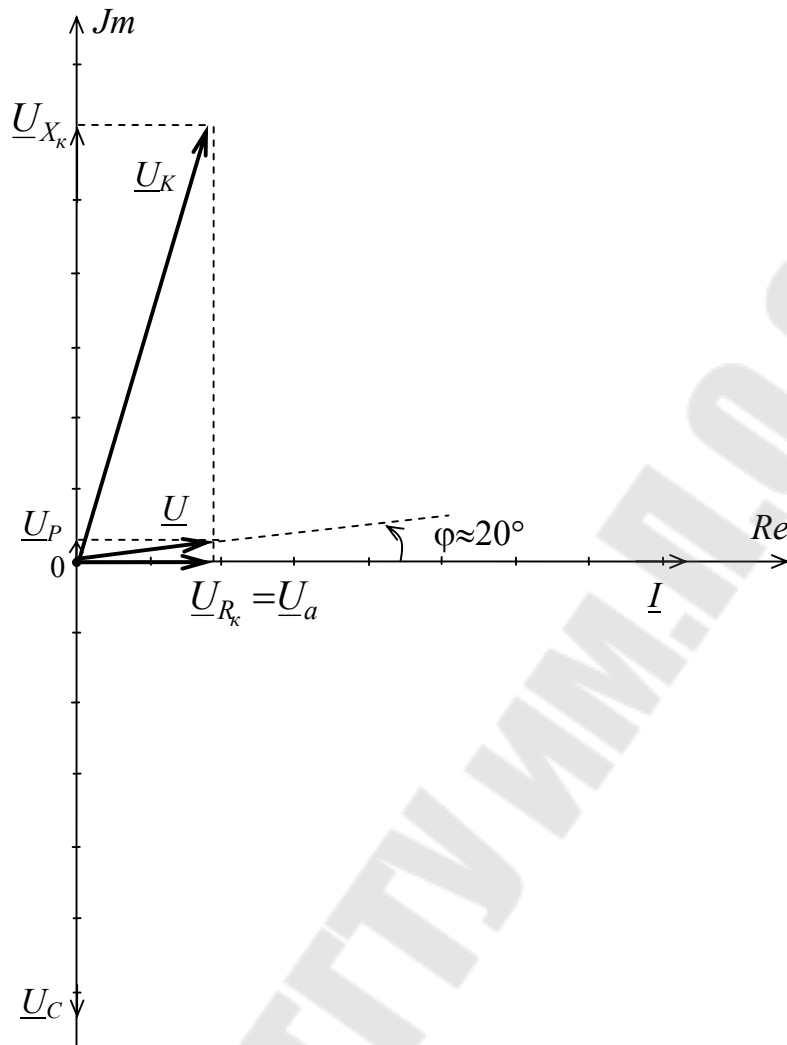
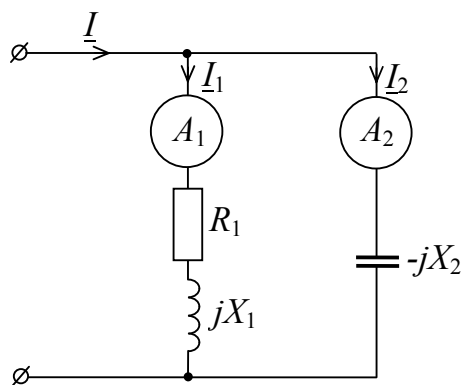
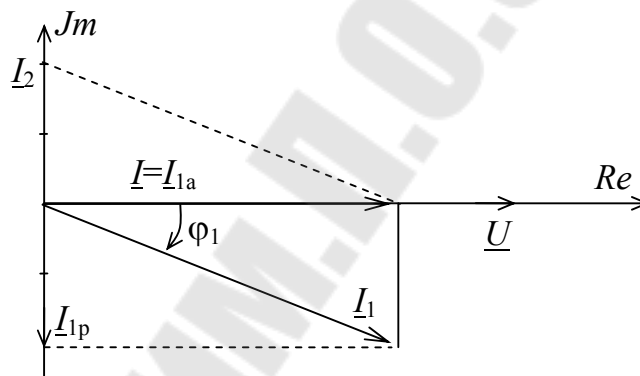

Рис. 4.2
Рис. 5.1
Рис. 5.2
Приняв начальную фазу тока равной нулю ($\psi_i = 0$) и учитывая, что U_R направлен по I , U_{X_k} - с опережением на 90° , а U_C - с запаздыванием на 90° по отношению к I , получаем диаграмму рис. 5.2.
Из рис. 4.2 следует, что режим работы цепи рис. 5.1 близок к резонансу напряжений ($U_P \approx 0$; $\varphi \approx 0$; $U_{X_k} \approx U_C$).
5.3.1. В электрической цепи рис. 5.1 имеет место режим резонанса токов. При этом показания амперметров равны $I_1 = 10 \text{ А}$, $I_2 = 4 \text{ А}$. Определить величину емкостного сопротивления X_2 идеального конденсатора, если индуктивное сопротивление катушки индуктивности $X_1 = 10 \text{ Ом}$.
Определим угол сдвига фаз между током \underline{I}_1 и напряжением \underline{U} , приложенном ко входу цепи рис. 5.1, приняв $\psi_u = 0$. Из рис. 5.2 следует, что $\sin \varphi_1 = \frac{I_2}{I_1} = 0,4$, а угол $\varphi_1 = \arcsin 0,4 \approx 23,6^\circ$.
Из рис. 5.1 следует, что $X_2 = \frac{U}{I_2}$; $U = I_1 Z_1$. Из треугольника сопротивлений для ветви $R_1 X_1$ следует, что $Z_1 = \frac{X_1}{\sin \varphi_1} = \frac{10}{0,4} = 25 \text{ Ом}$ и, следовательно, $U = I_1 Z_1 = 10 \cdot 25 = 250 \text{ В}$.
При построении векторной диаграммы рис. 5.2 учтено, что ток \underline{I}_2 опережает напряжение \underline{U} на 90° . При этом условие резонанса учтено соотношением $I_{1p} = I_{2p} = I_2$.